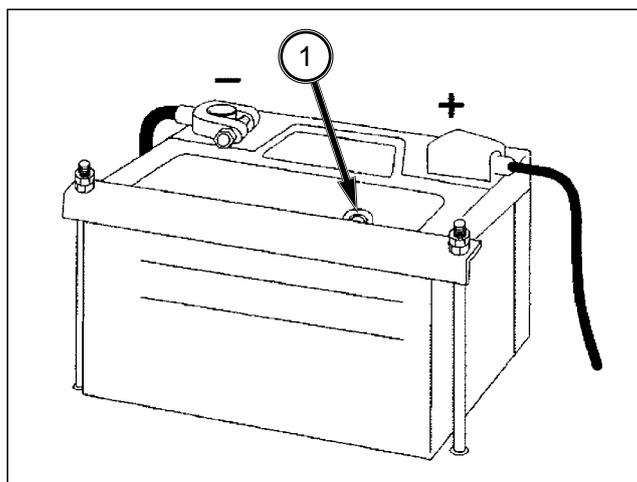

FIG. 7-32
FIG. 7-32 : Les couleurs de l'indicateur de la batterie (1) indiquent l'état de la batterie. Pour contrôler la batterie, gardez la machine sur un terrain plat et vérifiez l'indicateur situé au-dessus de la batterie.